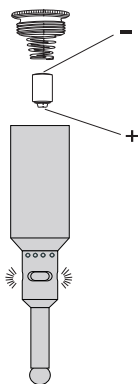
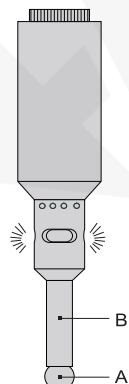

fig.1
fig.2
1. Inserte una batería (23A, 12V), con el polo negativo hacia arriba (fig. 1). Compruebe que se enciende la luz LED y que suena el pitido (6572-2) al tocar las partes A-B con un material metálico (fig. 2).